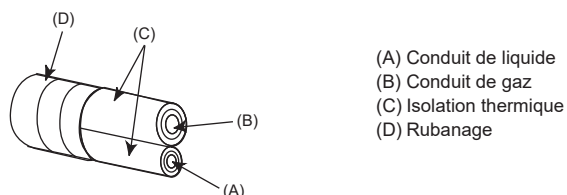
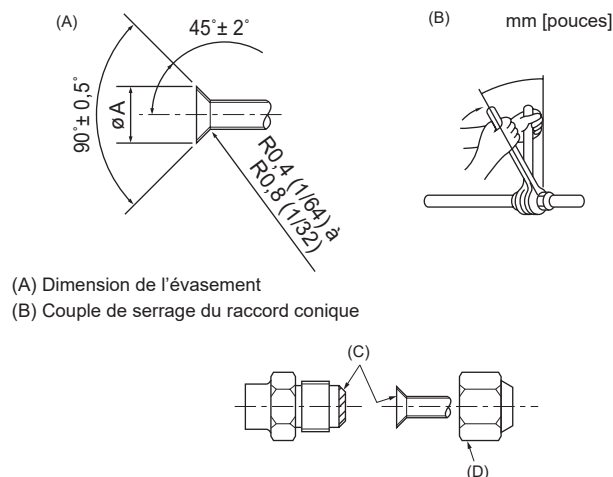

Fig. 4-1
Fig. 4-2
(A) (Fig. 4-1)
(B) (Fig. 4-1)
### 4.2. Connexion des tuyaux (Fig. 4-1, Fig. 4-2)
En cas d'utilisation de tuyaux en cuivre disponibles sur le marché, isoler séparément les tuyaux de liquide et de gaz avec un matériau isolant vendu dans le commerce (résistant à une température de 100 °C, 212 °F ou plus, et d'une épaisseur de 12 mm, 1/2 pouce ou plus). (Fig. 4-1)
[Fig. 4-2]